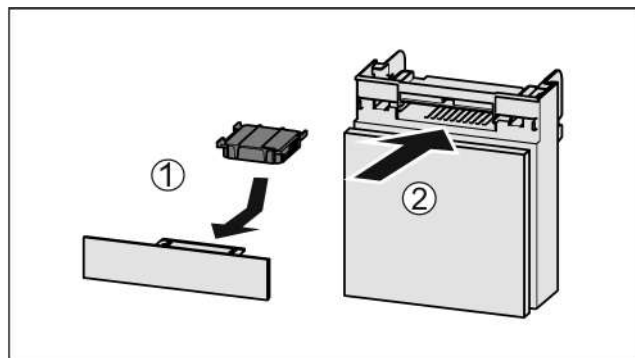

Fig. 120
- Introduzca el compartimiento Fig. 120 (2).